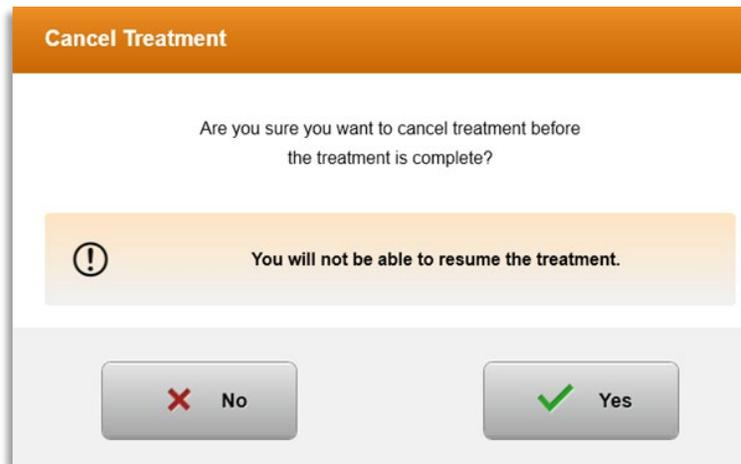

Figura 3-28. Confermare annullamento trattamento parziale
- Un avviso a comparsa viene visualizzato quando, durante un trattamento, si seleziona "Cancel Treatment" (Annulla trattamento), come mostrato nella Figura 3-28.